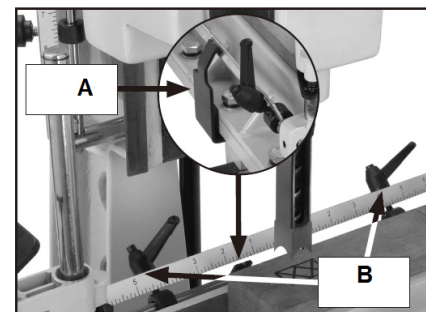

Рис. 9
3. Чтобы отрегулировать расстояние, на которое стол будет перемещаться влево и вправо, воспользуйтесь фиксаторами стола (А, В, Рис. 9).